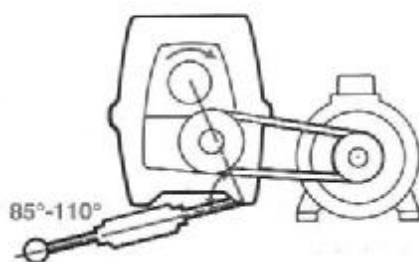

Fig. 4
* The torque arm can be attached to the gear unit at two different points and should always be loaded in tension (see fig. 4 and 5).
* Le bras de réaction peut se fixer en 2 endroits du réducteur : il doit travailler à la traction (voir fig. 4 et 5).
* De reaktiestang kan op 2 plaatsen aan de tandwielkast bevestigd worden. Hij dient steeds op trek belast te worden (zie fig. 4 & 5).